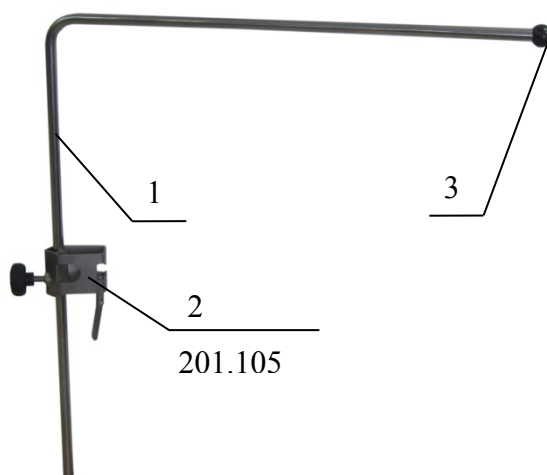

**Рисунок 1. Экран наркозный.**
**1. Экран наркозный (экран для анестезии) (Рисунок 1).** Изготовлен из нержавеющей стали, регулируется по высоте. Для крепления на направляющих рейках стола укомплектован радиальным зажимом 201.105.